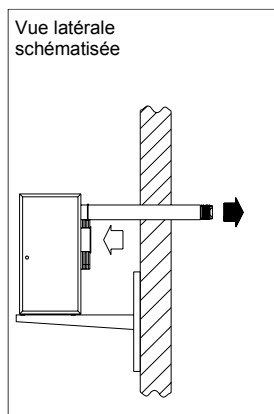

Fig. 5
- à l'aide d'une conduite horizontale (installation sur mur extérieure) droite à travers le mur extérieur (fig. 5) ou
- ◇ La position des embouts extérieurs doit correspondre aux indications des figures 5 à 9.